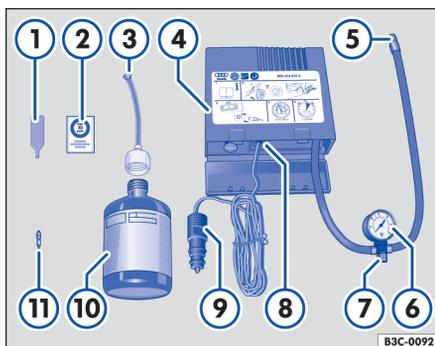

Fig. 191 Representación del contenido del kit antipinchazos.
El kit antipinchazos se encuentra en el maletero, debajo del recubrimiento del piso. Se compone de los siguientes elementos => fig. 191:
12. Pegue el adhesivo \Rightarrow fig. 191  del kit antipinchazos en el tablero de instrumentos dentro del campo de visión del conductor.
- Desenrosque el obús de la válvula con el útil \Rightarrow fig. 191  y deposítelo sobre una superficie limpia.
- Agite enérgicamente la botella de sellante \Rightarrow fig. 191  unas cuantas veces.
- Enrosque fuertemente el tubo ⇒ **fig. 191 ③** en la botella de sellante en el sentido de las agujas del reloj. El precinto de la boca de la botella se perfora automáticamente.
- Retire el tapón del tubo ⇒ **fig. 191 ③** y enrosque el extremo abierto del mismo en la válvula del neumático por completo.
- Enrosque nuevamente el obús en la válvula con ayuda del útil ⇒ **fig. 191 ①**.
- Enrosque bien el tubo ⇒ **fig. 191 ⑤** del compresor en la válvula del neumático.
- Compruebe que el tornillo de evacuación de aire ⇒ **fig. 191 ⑦** está cerrado.
- Acople el conector ⇒ **fig. 191 ⑨** a una toma de corriente de 12 voltios del vehículo ⇒ página 159.
- Encienda el compresor de aire con el conmutador ON/OFF ⇒ **fig. 191 ⑧**.
Vuelva a enroscar el tubo de inflado ⇒ **fig. 191 ⑤** y compruebe la presión en el manómetro **⑥**.